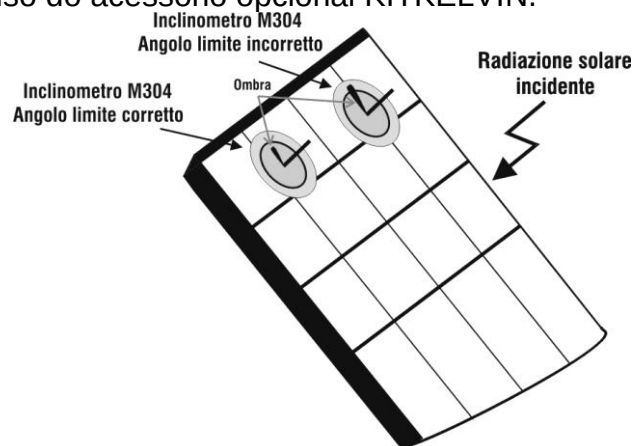

Fig. 10: Colocação do inclinómetro M304
18. Montar a haste no disco do acessório M304 (inclinómetro) fornecida e mantê-la apoiada na superfície do painel. . **Verificar se a sombra da haste projetada no disco cai dentro do “círculo concêntrico limite” interior ao referido disco (consultar a Fig.10).** Caso contrário, o ângulo entre os raios solares e a superfície do painel é muito elevado e, portanto, as medições efetuadas pelo instrumento **NÃO** se podem considerar fiáveis. Repetir as operações noutros momentos do dia.